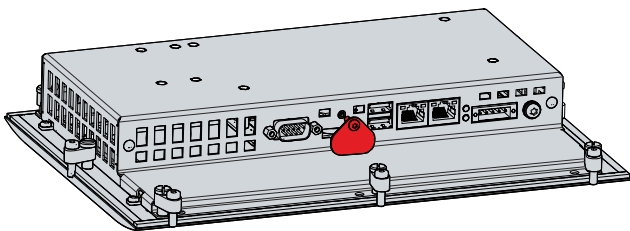

Abb. 17: CP6600_Zugang Batterie und Speichermedium
2. Stecken Sie die neue Batterie per Hand in den PC. Achten Sie dabei auf die richtige Polung wie in Abbildung 17 dargestellt.